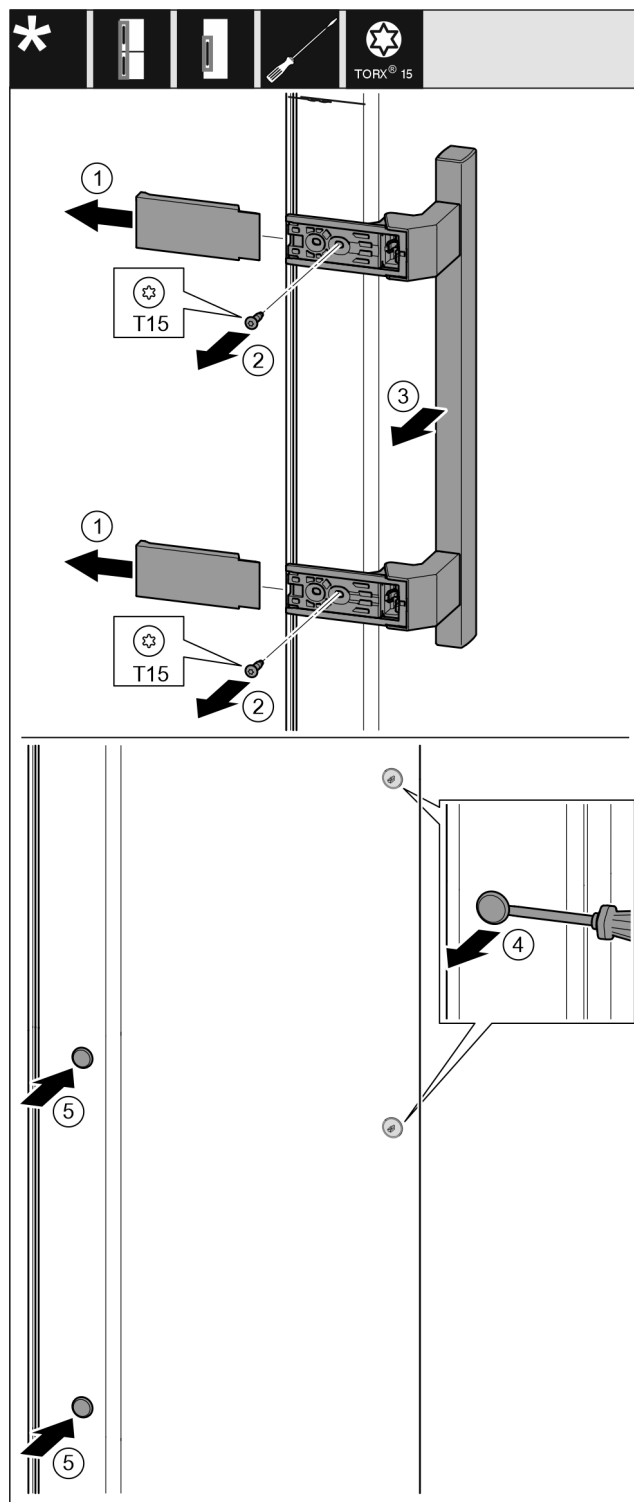

Fig. 39
- Свалете капака. Fig. 39 (1)
- Отвийте винтовете с отвертка T15. Fig. 39 (2)
- Свалете дръжката. Fig. 39 (3)
- С плоска отвертка внимателно повдигнете страничната тапа и я извадете. Fig. 39 (4)
- Отново поставете тапата от другата страна. Fig. 39 (5)